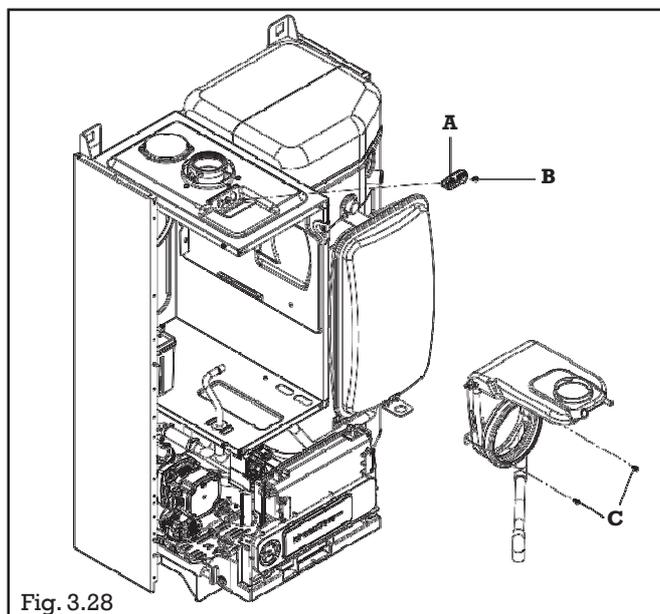

Fig. 3.28
- posizionare la sonda dell'analizzatore fumi nella presa della cassa d'aria dopo avere tolto la vite **B** ed il tappo **A** (fig.3.28). La sonda per all'analisi dei fumi deve essere inserita fino al paracolpi
Per rimuovere la cassa fumi (fig 3.28):